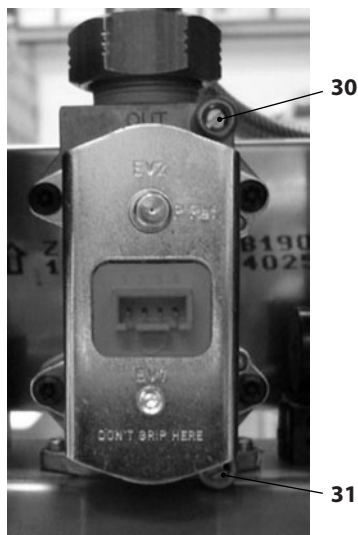

Figura 7.1
A caldaia spenta (fuori servizio), controllare la pressione di alimentazione utilizzando la presa 31 in Figura 7.1 e confrontare il valore letto con quelli riportati nella tabella Pressioni di alimentazione gas nella sezione "Dati tecnici M290.24CM/..." a pag. 22, "Dati tecnici M290.28CM/..." a pag. 25 e "Dati tecnici M290.32CM/..." a pag. 28.
- Richiudere bene la presa di pressione 31 in Figura 7.1.
- Aprire la presa di pressione 30 in Figura 7.1 e collegare un manometro.